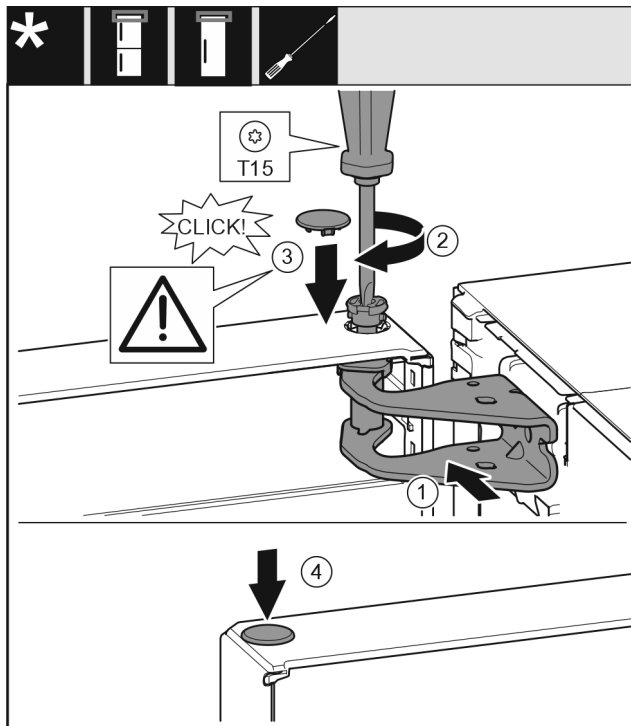

Fig. 17
- Inserire la porta sul perno di supporto inferiore. Fig. 17 (1)
- Allineare la porta in alto all'apertura nel blocco di supporto. Fig. 17 (2)
- Inserire i perni e serrare con il cacciavite T15. Fig. 17 (2)
- Montare la copertura di protezione della porta: inserire la copertura di protezione e controllare se appoggia sulla porta. Altrimenti inserire completamente il perno. Fig. 17 (3)
- Inserire i tappi. Fig. 17 (4)